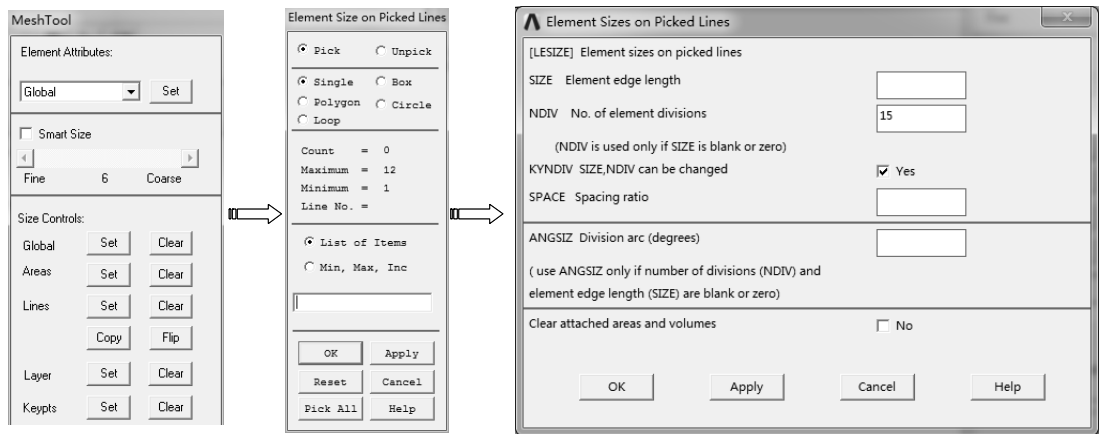

图 6-28 设置线单元数量
1) 选择“Main Menu> Preprocessor> Meshing> Mesh Tool”命令，弹出“Mesh Tool”对话框，单击“Lines”后的“Set”按钮，弹出“Element Size on Picked Line”对话框，单击“Pick All”按钮，弹出“Element Sizes on Picked Lines”对话框，在“No. of element divisions”文本框中输入 15，单击“OK”按钮完成设置，如图 6-28 所示。